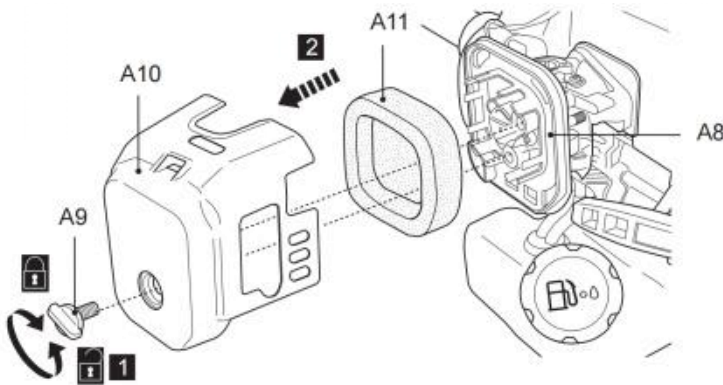

Fig. 77
1. Inspecteer het luchtfilter regelmatig. Vervang hem indien nodig door een nieuw exemplaar (Afb. 77).